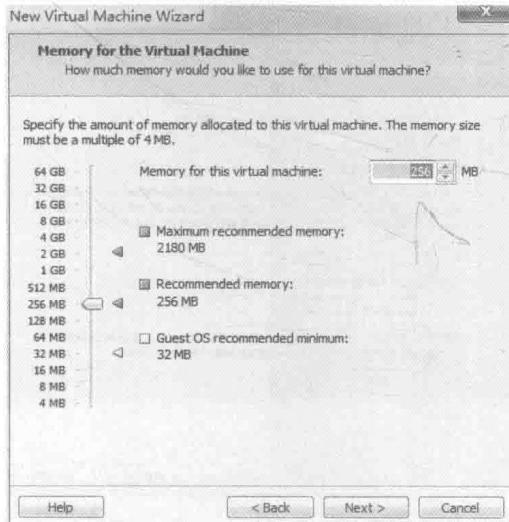

图 4-16 内存大小选择界面
(6) 接下来为虚拟机内存大小选择界面, 如图 4-16 所示, 一般设为系统配置内存的四分之一即可。